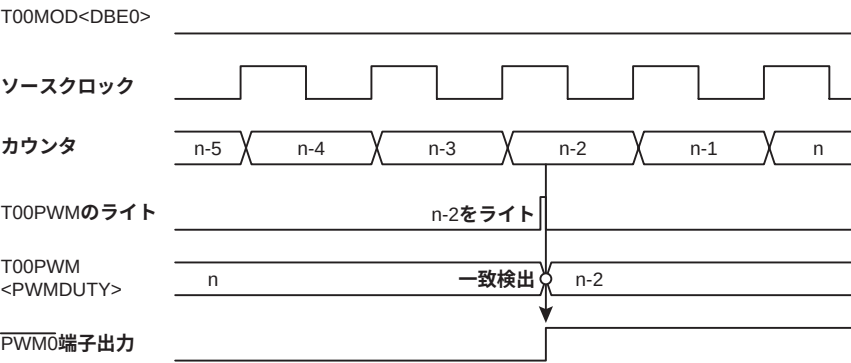

図 14-7 T00PWM とアップカウンタが同値のときの動作
- タイマ動作中に T00PWM に対してライト命令を実行すると、設定値はすぐに T00PWM に格納され、以降は新しい設定値で一致検出が行われます。このとき T00PWM に設定した値がアップカウンタの値より小さかった場合、PWM0 端子はアップカウンタが一度オーバフローした後、新しい設定値で一致検出が行われるまで反転されません。また、T00PWM に設定した値がアップカウンタの値と同じだった場合、T00PWM をライトした直後に一致検出が行われるため、PWM0 端子の変化するタイミングがソースクロックの整数倍にならない場合があります(図 14-7)。同様に付加パルスの出力中に